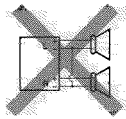
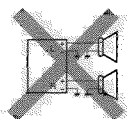
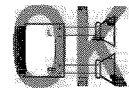

Fig. 1
Fig. 2
Fig. 3
- If the speaker wiring in your car is as illustrated in Fig. 1 and Fig. 2 below, DO NOT connect the unit using that original speaker wiring. If you do, the unit will be seriously damaged. Redo the speaker wiring so that you can connect the unit to the speakers as illustrated in Fig. 3.
- If the speaker wiring in your car is as illustrated in Fig. 3, you can connect the unit using the original speaker wiring in your car.
- Si el conexionado de altavoz de su automóvil es como se indica en las Figs. 1 y 2 de abajo, NO conecte la unidad utilizando ese conexionado de altavoz original. Si lo hace, se producirán daños graves en la unidad. Vuelva a efectuar el conexionado de altavoz de manera que pueda conectar la unidad a los altavoces de la manera indicada en la Fig. 3.
- Si el conexionado de altavoz de su automóvil es como se indica en la Fig. 3, podrá conectar la unidad utilizando el conexionado de altavoz original de su automóvil.
- Si le câblage des enceintes de votre voiture est réalisé comme montré sur la Fig. 1 ou Fig. 2 ci-dessous, NE CONNECTEZ PAS l'appareil en utilisant ce câblage original d'enceintes. Si vous le faites, l'appareil sera sérieusement endommagé. Recommencez le câblage des enceintes de façon que vous puissiez connecter l'appareil aux enceintes comme montré sur la Fig. 3.
- Si le câblage des enceintes de votre voiture est comme montré sur la Fig. 3, vous pouvez connecter l'appareil en utilisant ce câblage original d'enceintes pour votre voiture.